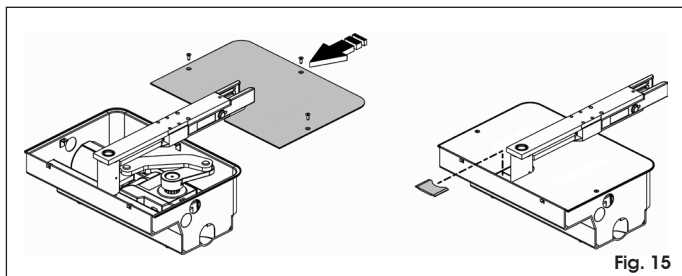

Fig. 15
4. Bevestig het deksel van de behuizing met de bijgeleverde schroeven (Fig. 15).